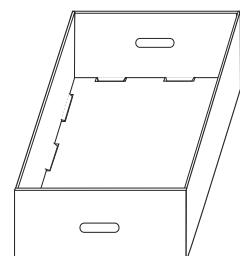

Figure 7
7. La boîte est assemblée. (Voir Figure 7)